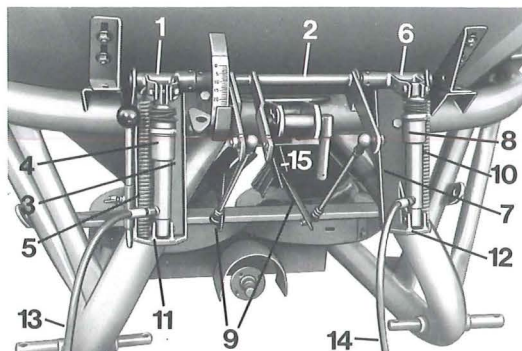

Fig. 10
4.6.1.6 Begge skyderens (Fig. 10/9) ledebøjler (Fig. 10/15) løsnes, og skydes helt op efter. Og skrueerne spændes igen.
4.6.2.1 Koblingsdelen (Fig. 10/1) sættes på til højre på omskifterakslen og forbindes med den medleverede samlestift.
4.6.2.2 Konsollen (Fig. 10/3) skydes på koblingsdelen (Fig. 10/1) og skrues på med to M 10x16 skruer til befæstigelsespladen på rammen.
4.6.2.3 Hydraulikcylindern (Fig. 10/4) forbindes ved hjælp af en let tilspændingsbøsning og M 8 skrue med koblingsdelen (Fig. 10/3).
4.6.2.4 Fjederen (Fig. 10/5) påsættes foroven på koblingsdelen (Fig. 10/1).
4.6.2.5 Koblingsdelen (Fig. 10/6) sættes på til venstre på omskifterakslen (Fig. 10/2) og forbindes med den medleverede samlestift.
4.6.2.6 Konsollen (Fig. 10/7), med påskruet befæstigelsesplade, skydes på koblingsdelen (Fig. 10/6).
4.6.2.7 Hydraulikcylindern (Fig. 10/8) forbindes ved hjælp af en let tilspændingsbøsning og en M 8 skrue med koblingsdelen (Fig. 10/6).
4.6.2.8 Skyderen (Fig. 10/9) lukkes helt, og hydraulikcylindern (Fig. 10/8) trækkes helt ud.
4.6.2.9 Cylindern (Fig. 10/8) flugtes og befæstigelsespladen svejses til rammen, på samme måde, som den, der i forvejen er anbragt som standardudstyr i højre side.
4.6.2.10 Fjederen (Fig. 10/10) påsættes foroven på koblingsdelen (Fig. 10/6).
4.6.2.11 Spændeskruen M 10 føres fra neden gennem cylinderholderen (Fig. 10/11 og Fig. 10/12), og fjederene (Fig. 10/5 og Fig. 10/10) spændes indtil de støder på.
4.6.2.12 Begge skyderens (Fig. 10/15) ledebøjler (Fig. 10/9) løsnes, og skydes helt opefter. Og skruerne spændes igen.
4.6.2.13 Hydraulikslangerne (Fig. 10/13 og Fig. 10/14) tilsluttes.